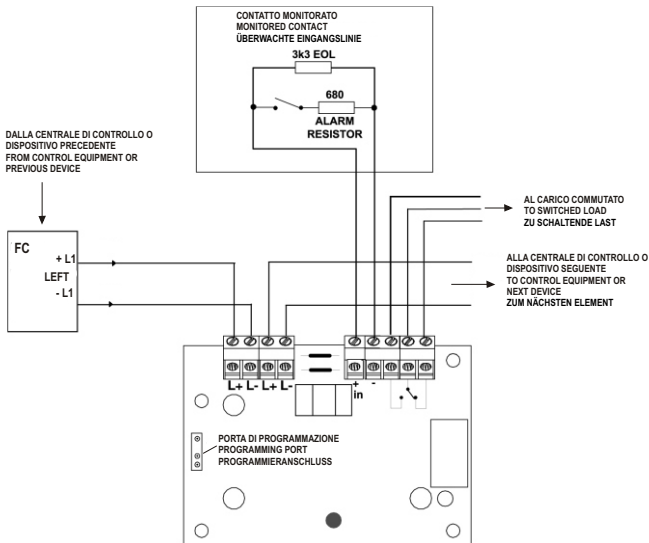

FIG. 4 Schema di collegamento semplificato del FC410SIO
- 5) For FC410SIO typical wiring configuration see Fig. 4.
- 5) Per lo schema tipico di collegamento del FC410SIO, vedere Fig. 4.